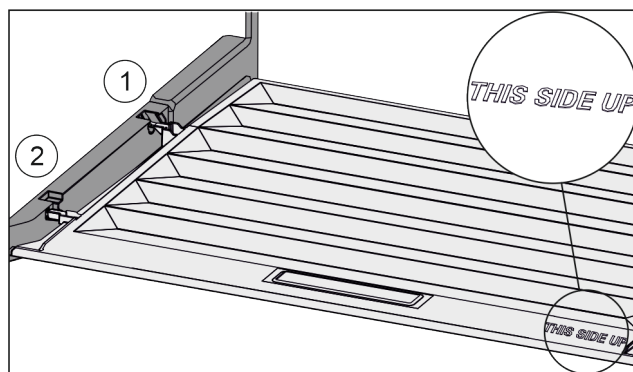

Fig. 116
- ▶ Prečke poklopca uvedite preko otvora stražnjeg držača *Fig. 116 (1)* i uglavite ih u držač *Fig. 116 (2)*.